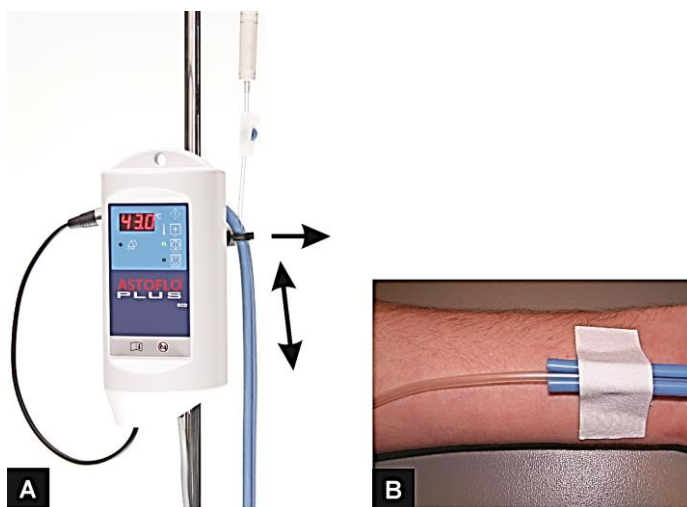

Fig. 9 Feste varmeprofil
5. Fest varmeprofilen/infusjonsslangen i ønsket lengde med klipset (Fig. 9 A). Åpningen til sporet skal være på linje med fronten for å lede infusjonsslangen jevnt og uten knekk.
6. Koble infusjonsslangen til pasientkanylen og fest enden av varmeprofilen på pasientsiden, for eksempel med en smal stripe tape (Fig. 9 B). Varmeprofilen henger da fritt mellom enden som er festet til pasienten, og kontrollenheten, og bruken kan begynne.